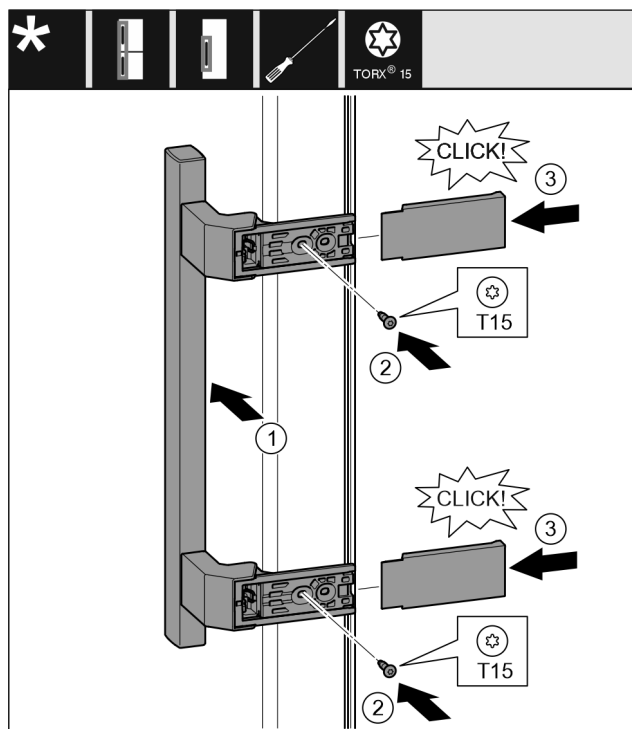

Fig. 14
- ▶ Coloque el tirador en el lado opuesto. Fig. 14 (1)
- ▶ Apriete el tornillo con el destornillador T15. Fig. 14 (2)
- ▶ Coloque y desplace lateralmente las cubiertas. Fig. 14 (3)